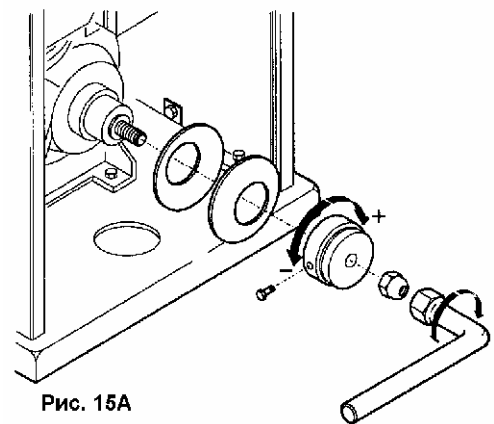

Рис. 15А
- Затяните стопорную гайку при помощи ключа из комплекта рис. 15А и рис. 1 поз.7;